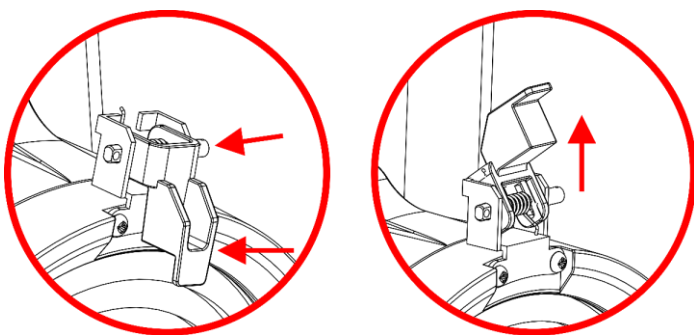

Abb. 10
- 01) Lösen Sie den Clip, indem Sie die Verriegelung in Richtung der Linse schieben und auf die längere Seite der Schraube drücken. Der Clip öffnet sich nun (siehe Abb. 10).